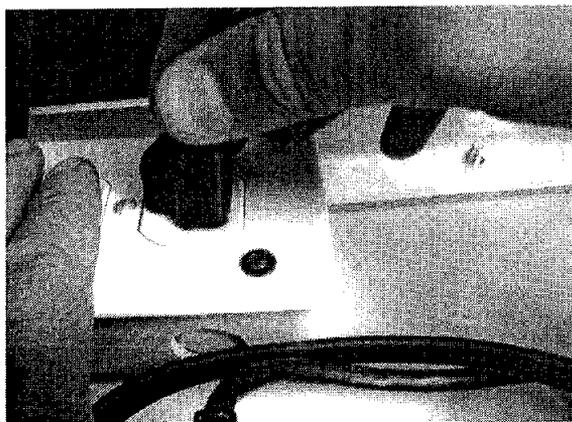

FIG. 32
7. Conecte el cable de alimentación y encienda el teléfono ver fig. 32.